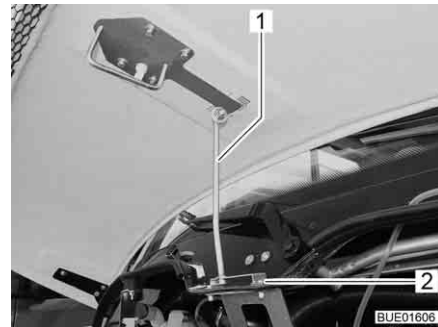

Fig. 42 Suporte do capô do motor (Viseo)
- Desdobrar o suporte (Fig. 42,1) e pendurá-lo no apoio (Fig. 42,2).